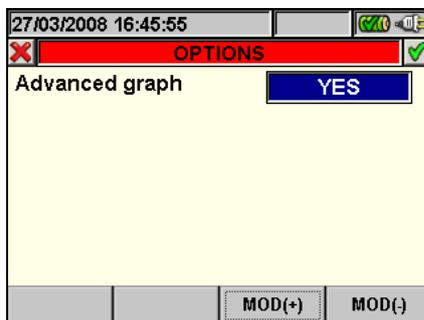

Рис. 120 Расширенный график (Advanced graph)
- Нажмите F4 или OPTION на дисплее, чтобы получить доступ к странице для активации функции «расширенный график». (рис. 120)